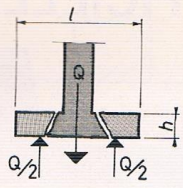

FIG. 10
- Résistance au poinçonnement (fig. 10) ;